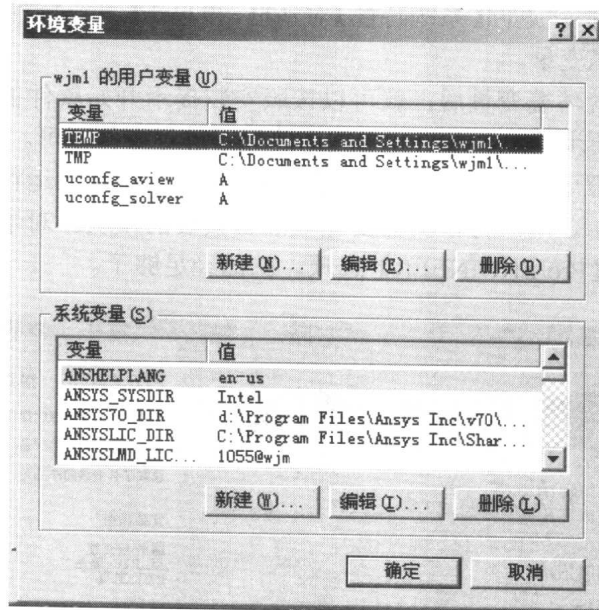

图 1-2 【环境变量】对话框
(2) 在【环境变量】分组框中单击  按钮, 打开如图 1-2 所示的【环境变量】对话框。